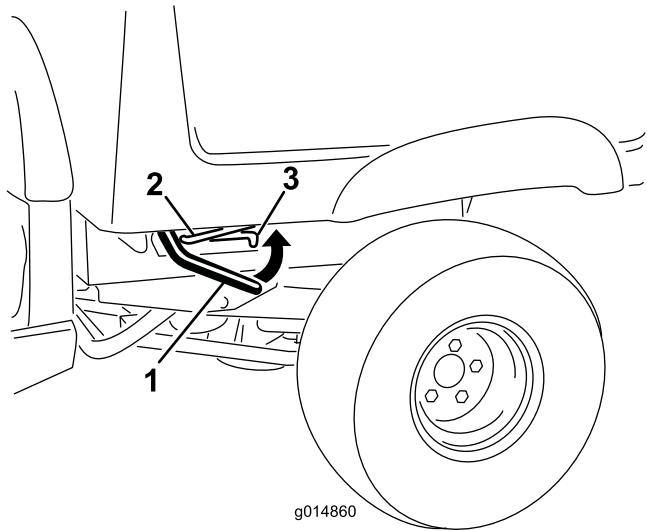

Figure 19
1. Levez le levier de verrouillage situé de chaque côté près du coin avant du plateau, et relevez le plateau (Figure 19).
2. Bloquez le plateau en tirant la bêquille dans le cran de verrouillage au bout de la fente située dans le cadre gauche de la machine (Figure 19).
1. Relevez légèrement le plateau en soulevant le levier de verrouillage (Figure 19).
- Tirez la bêquille hors de la fente de verrouillage (Figure 19).
- Abaissez le plateau jusqu'à ce qu'il se verrouille fermement (Figure 19).